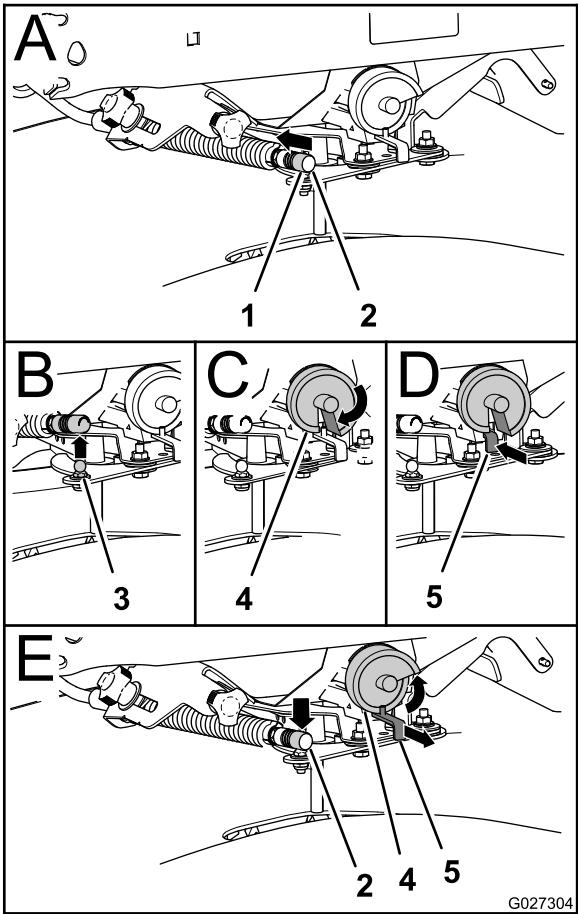

Figura 30
1. Empuje el anillo de bloqueo del cable de la compuerta hacia atrás y levante el cable de la bola de la varilla de la compuerta de dosificación (Figura 30).
2. Retire el cable de la bola del espárrago (Figura 30).
3. Gire la leva del dosificador más allá de la posición 9 hasta que la ranura de la leva esté alineada con la varilla (Figura 30).
4. Empuje la varilla de la compuerta de dosificación hacia atrás del todo (Figura 30).
1. Tire de la varilla hacia fuera hasta que se desenganche de la leva del dosificador (Figura 30).
3. Conexión del cable a la bola del espárrago en la palanca de la compuerta (Figura 30).